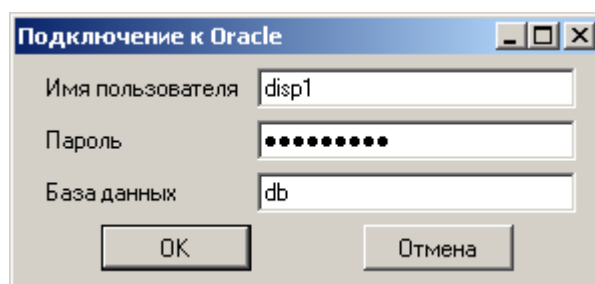

Рисунок 8
- 5.2. В появившемся диалоге “Подключение к Oracle” (рис. 8) нужно ввести имя пользователя, пароль и название базы данных.